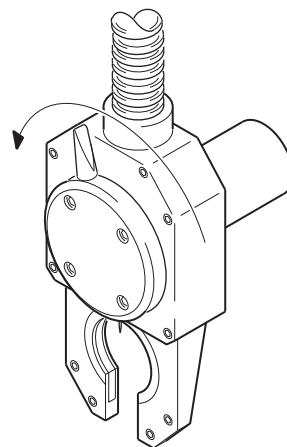

図19：ロックング・レバーを外す
1. ウェルド・ヘッドのロックング・レバーを反時計回りにまわします（止まるところまで）。図19をご参照ください。